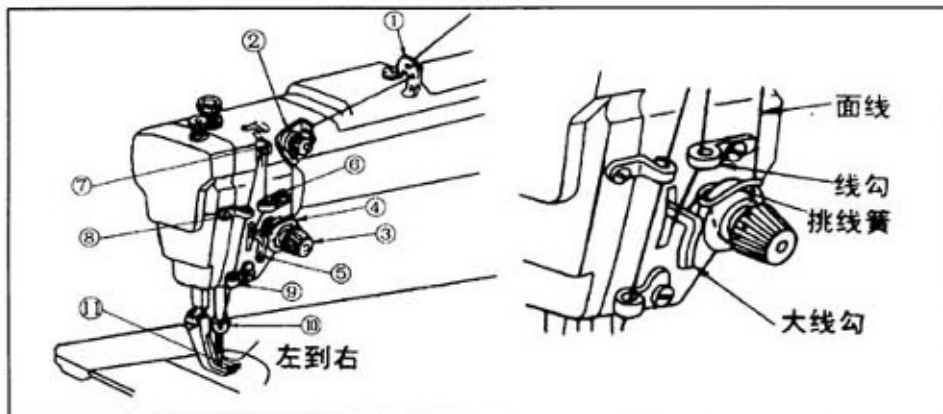

图 10
13、穿面线（图 10）：
将挑线杆放到最高位，然后如图 10 所示穿面线。